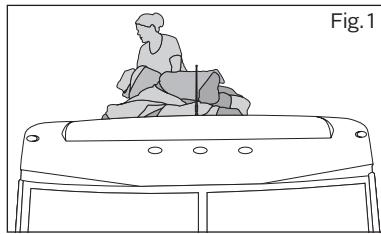
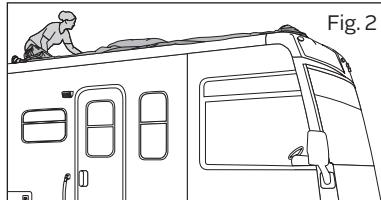

Fig. 1
Fig. 2
3. Grimpez avec précaution sur le toit et sortez la housse du sac de rangement (voir Fig. 1). Placez la housse enroulée à l'avant du véhicule et déroulez-la vers l'arrière de votre caravane en veillant à ce qu'elle demeure bien centrée sur la caravane (voir Fig. 2).